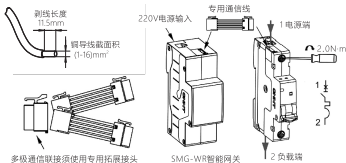

图6 接线方式及剥线长度
8.4 适用于铜导线连接，导线选择见表7，接线方式及剥线长度示意图见图6。